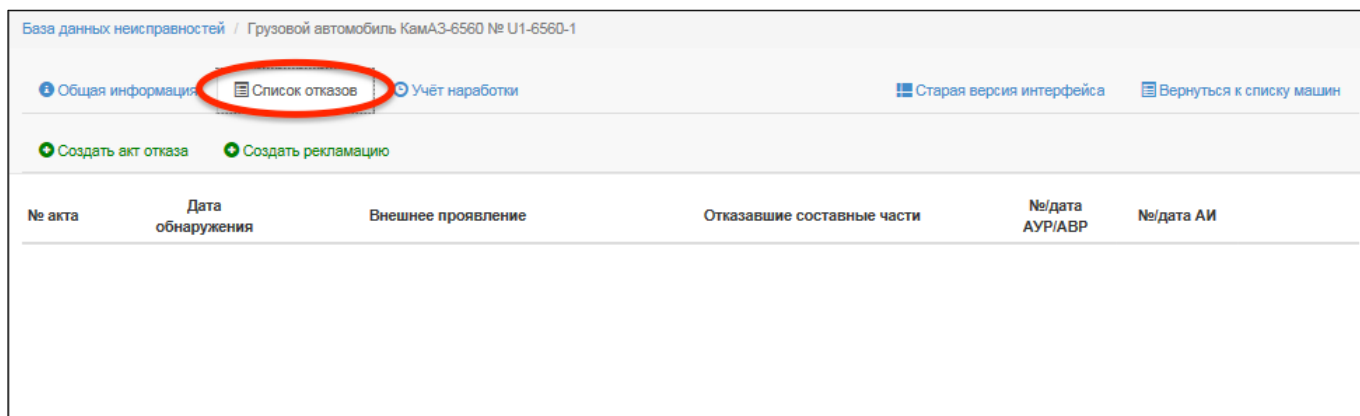

Рис. 9-23 – Вкладка «Список отказов»
- для открытия вкладки «Список отказов» (рис. 9-23) выбрать машину (экземпляр ФИ) и нажать кнопку «Список отказов»;